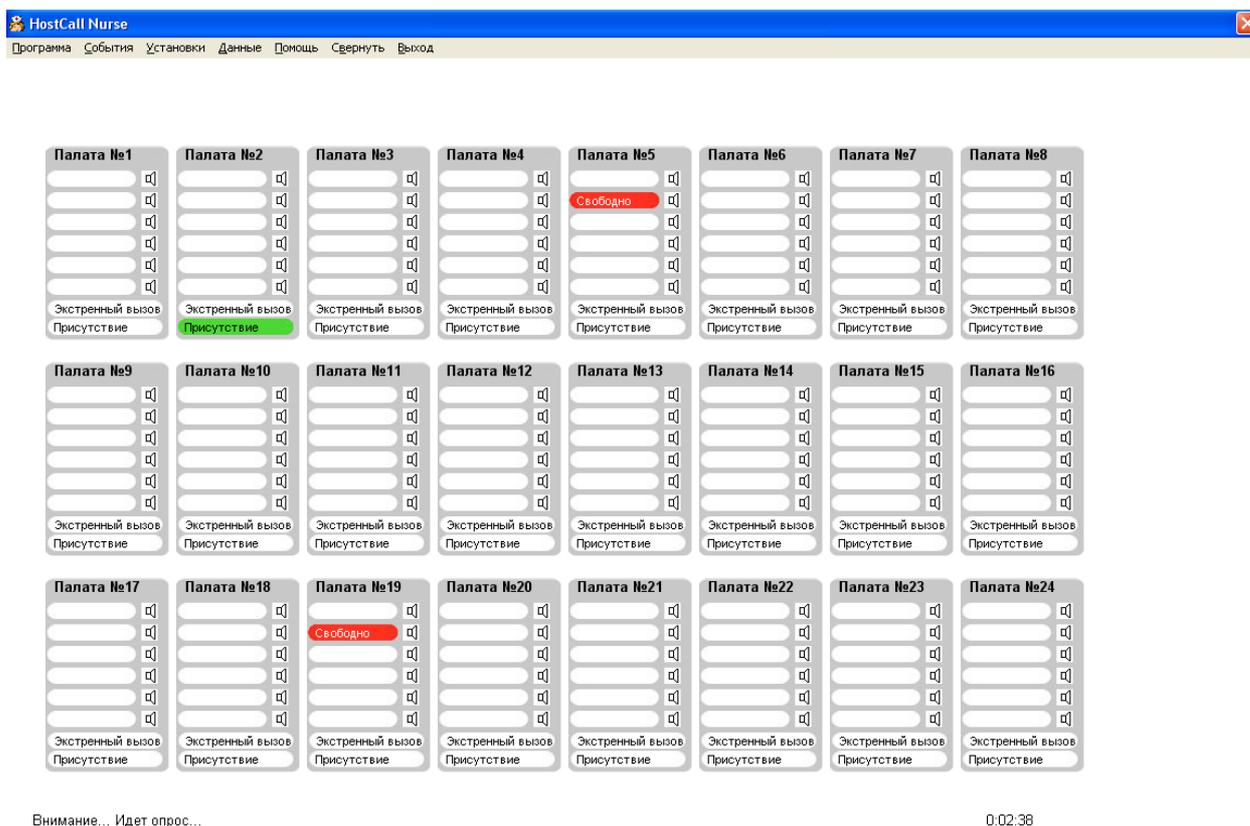

Рисунок 23- интерфейс программы
7.5.1.2 При присвоении адреса палатному контроллеру в случае использования в качестве пульта ПЭВМ необходимо иметь в виду, что место отображение на экране дисплея палаты зависит от номера, присвоенного ПК-2.06С, который обслуживает данную палату. Вызовы от палатного контроллера с адресом 01 будут отображаться в поле ПАЛАТА №1 (Рисунок 23). Другими словами, палата с большим номером адреса своего ПК-2.06С будет отображаться на мониторе справа от палаты с меньшим номером адреса своего ПК-2.06С. При этом в программе "Hostcall-Nurse" предусмотрена возможность изменения не только самого номера палаты, но даже названия данного помещения.